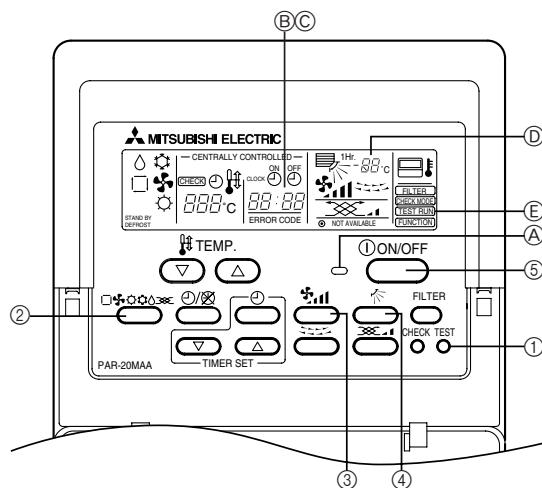

Fig. 7-1
7. Proefdraaien (Fig. 7-1)
| 3. Instalación de la unidad interior | 26 | 7. Prueba de funcionamiento (Fig. 7-1) | 31 |